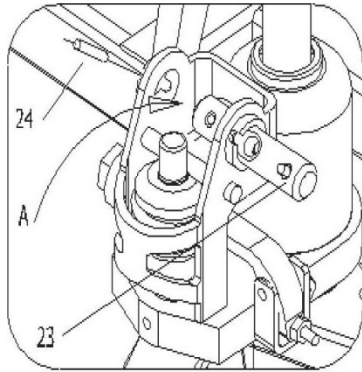

Рис. 1
4.1. Пожалуйста, обратитесь к рис. 1 и вытяните стержень вала 23.